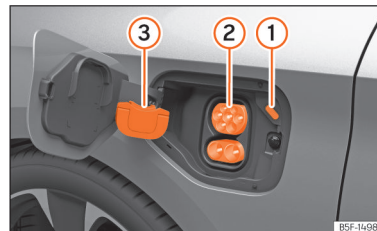

Fig. 60 Detrás de la tapa de la toma de carga de la batería, en la parte trasera derecha: toma de carga.
- Retire la caperuza protectora y encájela en el enganche »» fig. 60 ③
- Enchufe el conector de carga de la estación de carga en la toma de carga »» fig. 60 ②
El LED [indicador del proceso de carga] de la toma de carga parpadea o emite destellos en blanco »» fig. 60 ① »» pág. 92
El indicador del proceso de carga de la toma de carga parpadea en verde »» fig. 60 ①.
- Pulse el botón de función **Detener carga** en la pantalla del sistema de infotainment. El indicador del proceso de carga situado junto a la toma de carga se enciende en blanco »» fig. 60 ①. El conector de carga está desbloqueado.
- Encaje la caperuza protectora en la conexión inferior de la toma de carga »» fig. 60 ③